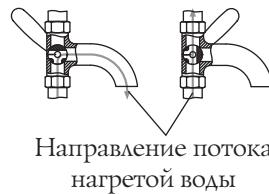

Рисунок 14. Схема работы трехходового крана.
При необходимости получения горячей воды за более короткий срок, допускается производить разбор воды до ее попадания в бак. Для этого необходимо присоединить трехходовой кран (7) к трубе горячей линии, между верхним штуцером теплообменника и выносным баком в удобном для вас месте (рисунок 14).